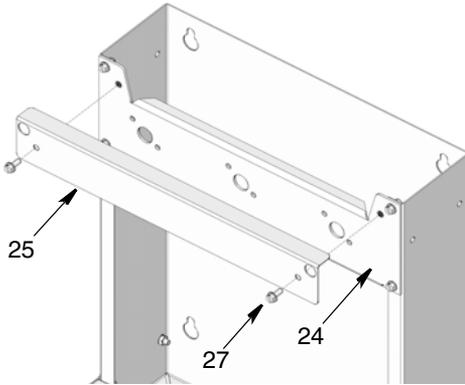

ABB. 19
- Die Schrauben (27) und die Abdeckplatte (25) entfernen (siehe ABB. 19).